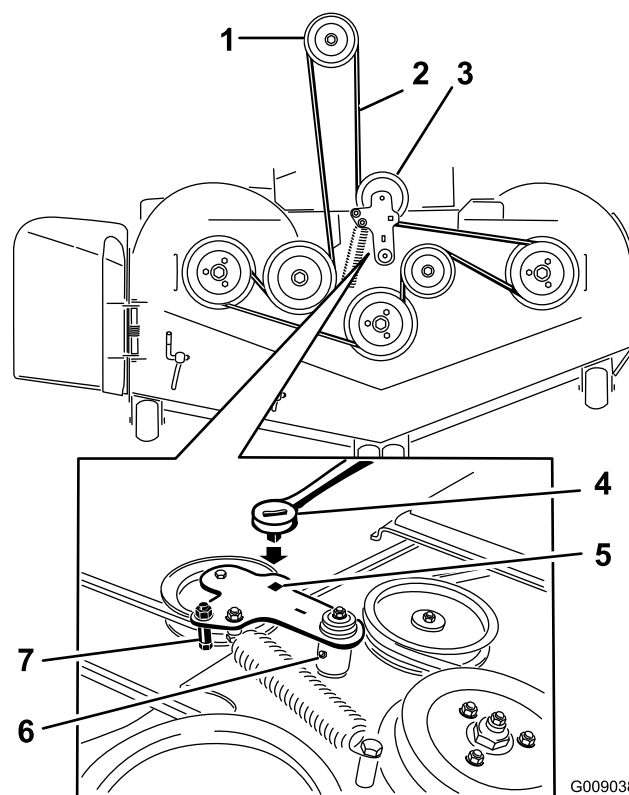

Figura 78
5. Utilice una llave de carraca en el taladro cuadrado del brazo tensor para aliviar la tensión del muelle tensor (Figura 78).
7. Instale la guía de la correa en el brazo tensor tensado con muelle (Figura 78).
9. Pase la correa nueva alrededor de las poleas del cortacésped y de la polea del embrague, debajo del motor (Figura 78).
10. Instale la guía de la correa en el brazo tensor (Figura 78).
11. Utilizando la llave de carraca en el taladro cuadrado, instale el muelle tensor (Figura 78).